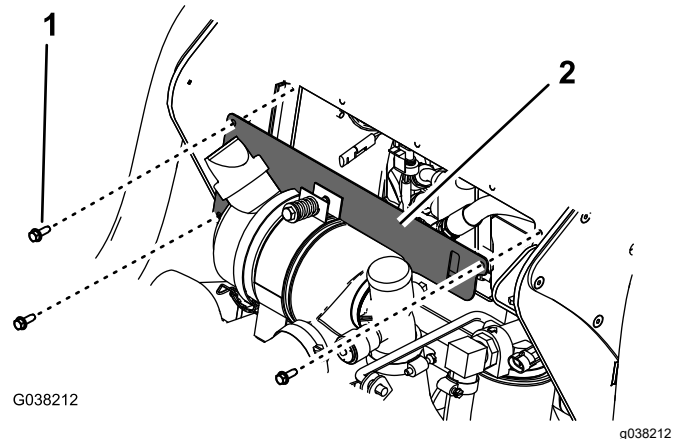

Figure 4
1. Retirez les 3 vis à embase ( $\frac{1}{4}$ " x  $\frac{3}{4}$ ") qui fixent la plaque de protection à l'avant du cadre du panneau de commande, et déposez la plaque de protection (Figure 4).